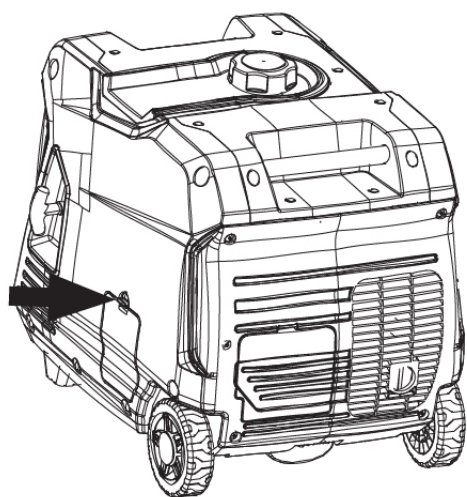

Figure 3 : Panneau de vidange d'huile
1. Déclipsez et retirez le panneau de service d'huile pour accéder au bouchon de remplissage/vidange d'huile (voir Figure 3).